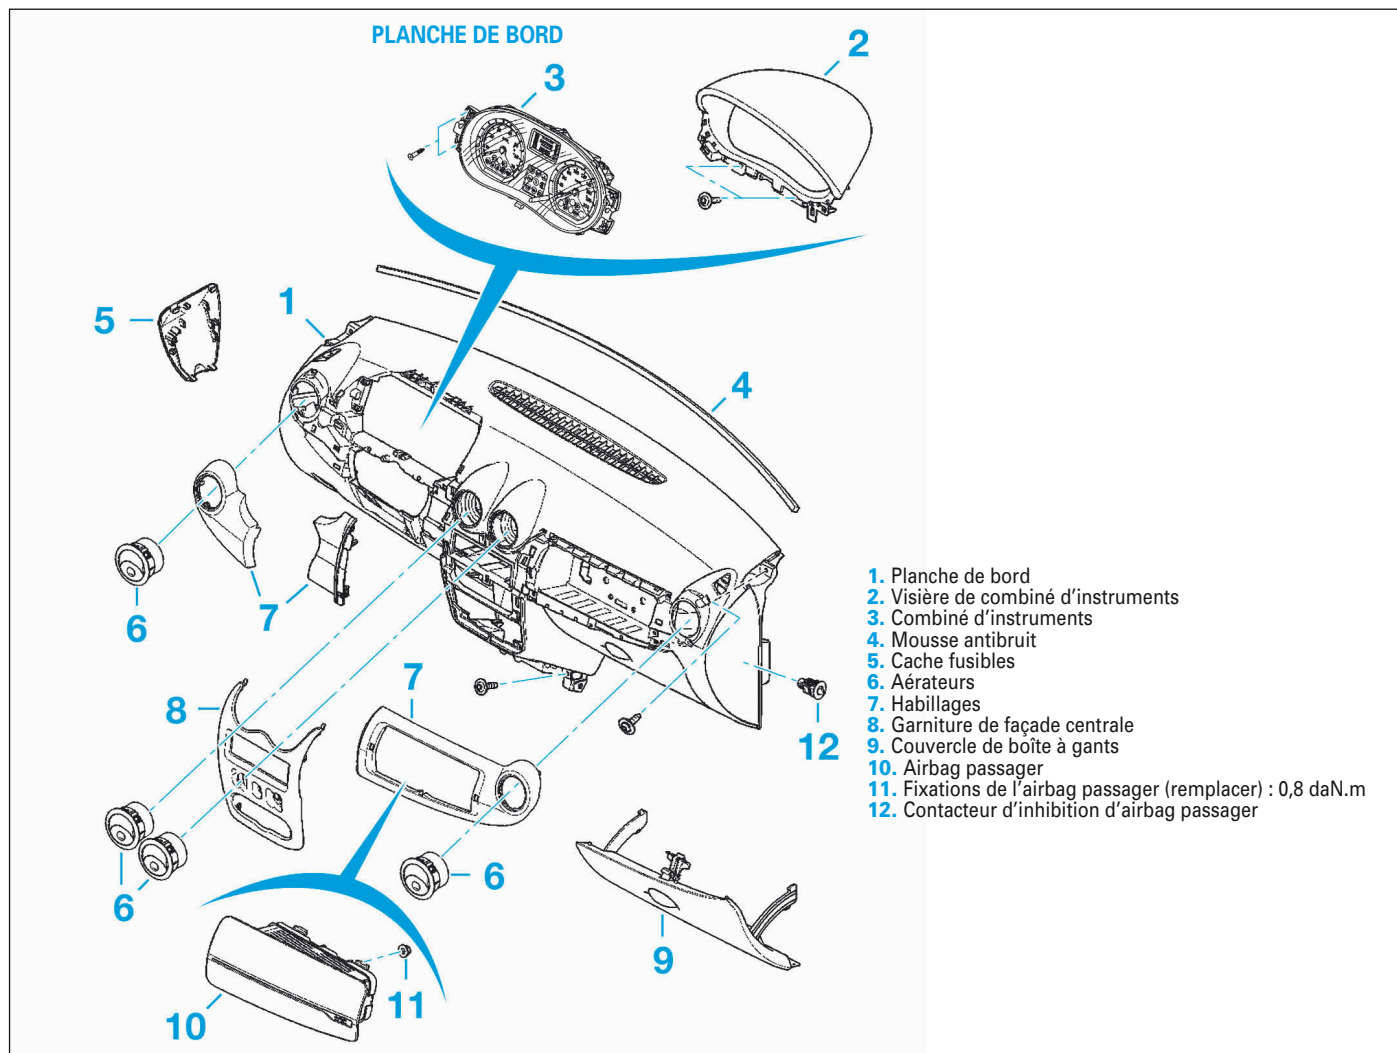

FIG.21
- Débrancher le connecteur (14) situé au niveau du pied avant côté passager (Fig.21).